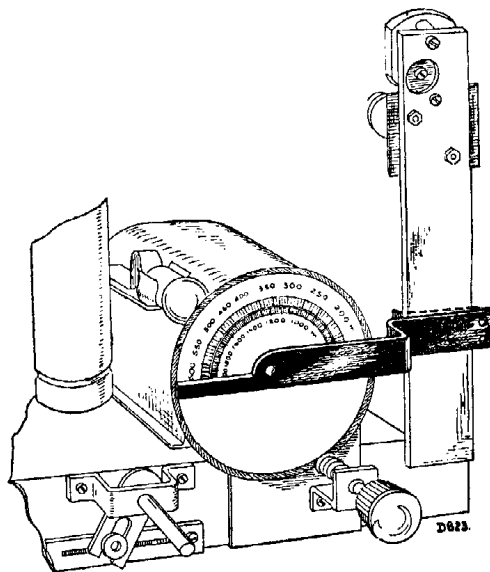

Fig. 2
1. Adapter l'appareil pour la réception sur ondes courtes, mettre en place l'aiguille de lecture auxiliaire (fig. 2).